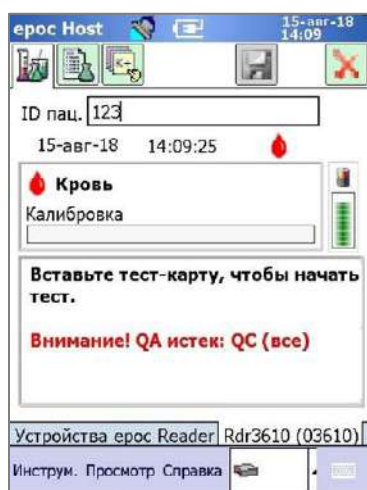

Рис. 57.
- В случае истечения срока по графику отображается предупреждение (рис. 57).